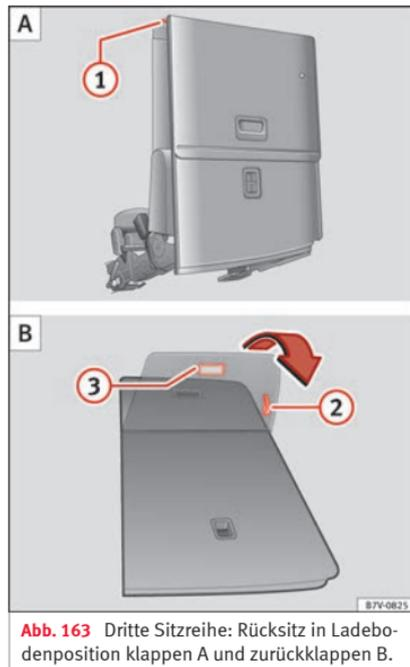

Abb. 163 Dritte Sitzreihe: Rücksitz in Ladebodenposition klappen A und zurückklappen B.
- Gegebenenfalls Hebel »» **Abb. 163** ❷ ziehen, um den Rücksitz in Längsrichtung in die gewünschte Position zu verschieben.
- Entfernen Sie Gegenstände aus dem Fußraum vor und hinter dem Rücksitz »» ❶.
- Griff »» Abb. 163 ❶ nach oben ziehen und Rücksitzlehne nach vorn drücken. Der komplette Rücksitz klappt nach vorn »» ⚠ und auch die Sitzfläche schwenkt selbsttätig nach vorn.
- Schlaufe »» Abb. 163 ❷ ziehen, um die Sitzabdeckung zurückzuklappen.
- Griff »» Abb. 163 ❸ ziehen. Der komplette Rücksitz klappt nach hinten.